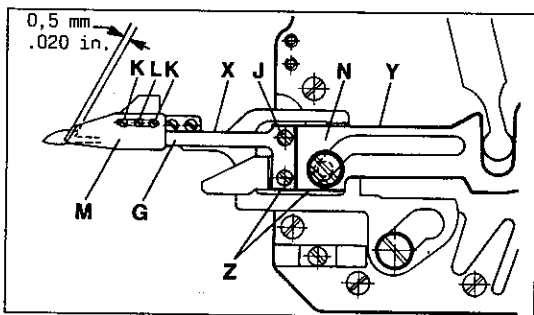
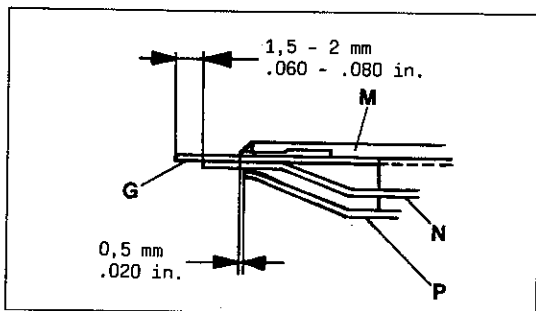
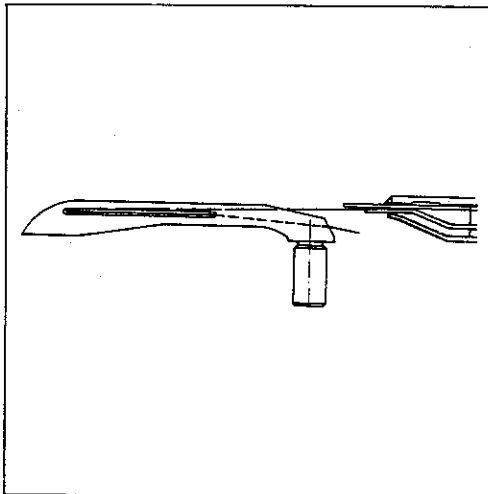

Fig.50
Fig.52
Fig. 59
2.2 The lower knife (G, Fig. 50) is set correctly, when its edge (X) is parallel to edge (Y) of lower knife holder (H) and edge (Z) of lower knife is in line with edge (Z) of lower knife holder.
After loosening screws (J, Fig. 50) the lower knife (G) can be aligned accordingly. Retighten screws.
2.3 Loosen screws (K and L, Fig. 50) for making the following settings:
Besides this the distance between the tip of lower knife (G, Fig. 52) and the front edge of leaf spring (N) should be 1.5 to 2 mm (.060 to .080 in.). Now retighten screws (K, Fig. 50).
Adjust screw (L, Fig. 50) to securely clamp the looper thread as shown in Fig. 59.
Offset the front edge of leaf spring (P, Fig. 52) by 0.5 mm (.020 in.) from the tip of upper knife (M).
2.2 Das Untermesser (G, Fig. 50) ist richtig eingestellt, wenn seine Kante (X) parallel zur Kante (Y) des Trägers für Untermesser (H) ist und die Kante (Z) des Untermessers mit der Kante (Z) des Trägers eine Linie bildet.
Nach Lösen der Schrauben (J, Fig. 50) kann das Untermesser (G) entsprechend ausgerichtet werden. Ziehen Sie die Schrauben wieder an.
2.3 Lösen Sie die Schrauben (K und L, Fig. 50) für folgende Einstellungen:
Zudem muß der Abstand zwischen der Spitze des Untermessers (G, Fig. 52) und der Vorderkante der Blattfeder (N) 1,5 bis 2 mm betragen. Ziehen Sie nun die Schrauben (K, Fig. 50) wieder an.
Stellen Sie die Schraube (L, Fig. 50) so daß der Greiferfaden sicher geklemmt wird, wie in Fig. 59 gezeigt.
Stellen Sie die Vorderkante der Blattfeder (P, Fig. 52) 0,5 mm hinter die Spitze des Obermessers (M) zurück.
Set stop (V) with screw (W) so that the leaf springs (N and P, Fig. 52) below the knives have enough clearance to the looper when moving to the left.
Stellen Sie den Anschlag (V) mit der Schraube (W) so, daß die Blattfedern (N und P, Fig. 52) unter den Messern bei ihrer Bewegung nach links genügend Abstand zum Greifer haben.
After being cut the looper thread must be clamped as shown in Fig. 59. The tension of the leaf spring for clamping the looper thread can be adjusted with screw (L, Fig. 50).